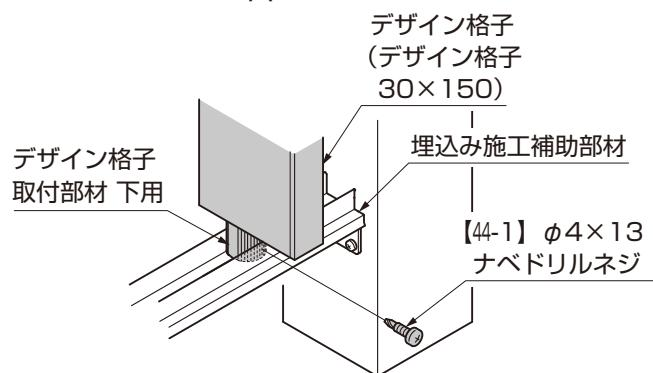

図9-10 デザイン格子の場合
- ③ デザイン格子取付け部材 下用を埋込み施工補助部材に【44-1】で取付けてください。(図9-10参照)